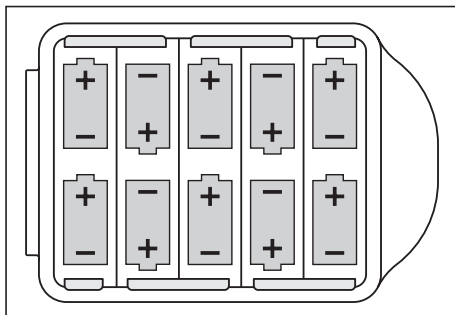

Abb. 20: Batteriewechsel
3. Legen Sie die neuen Batterien ein. Achten Sie dabei auf die korrekte Polung (Abb. 20).